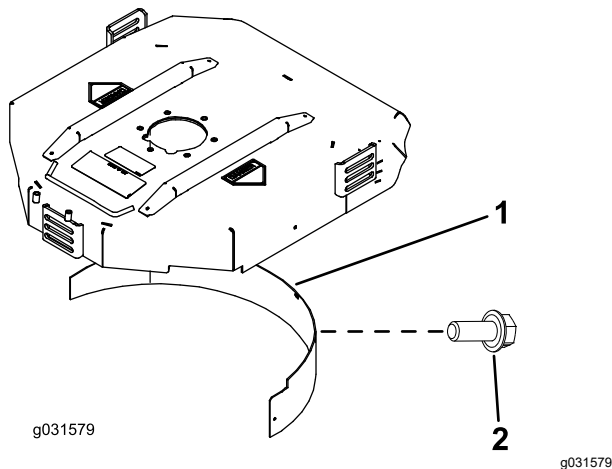

Figura 9
2. Montate il deflettore per mulching nell'apertura posteriore e fissatelo con 5 bulloni a testa flangiata (Figura 9).